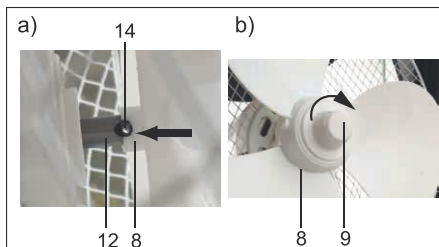

Fig. 3: Montage Rotor
6. Schieben Sie jetzt den Rotor (8) auf die Motorachse (12). Die kleine Querachse (14) am Ende der Motorachse, muss dabei in der Aussparung des Rotoraufsatzes liegen. Siehe Abb. 3, a).
7. Stecken Sie die Schraubenmutter (9) auf den Rotor (8).
8. Drehen Sie diese im Uhrzeigersinn fest. Siehe Abb. 3, b).